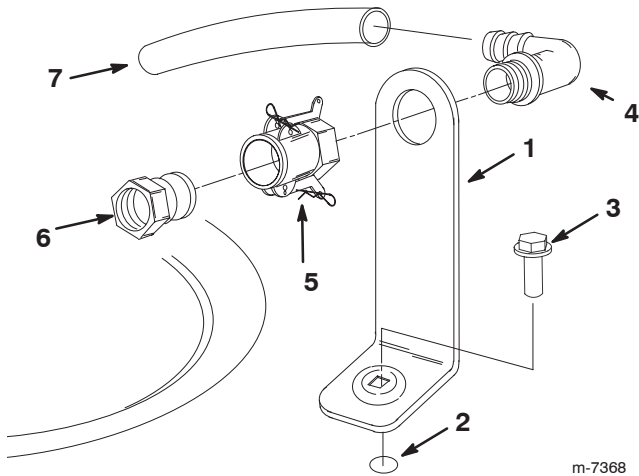

Bild 2
1. Setzen Sie die Füllanschlusshalterung auf das Gewindeloch im Behälter und befestigen Sie es mit einem Bundbolzen (5/16 x 3/4 Zoll) (Bild 2).
2. Stecken Sie das Gewindeende des 90 Grad Anschlussstücks durch die Halterung, schrauben Sie die Schnellkupplung auf und befestigen Sie sie an der Halterung (Bild 2).
3. Montieren Sie den Schlauchadapter auf der Schnellkupplung (Bild 2).
4. Arretieren Sie den Adapter, indem Sie die Hebel zum Adapter drehen. Befestigen Sie die Hebel dann mit den Splints (Bild 2).
5. Montieren Sie den Rücklaufschlauch am Gewindeende des 90 Grad Krümmers (Bild 2).